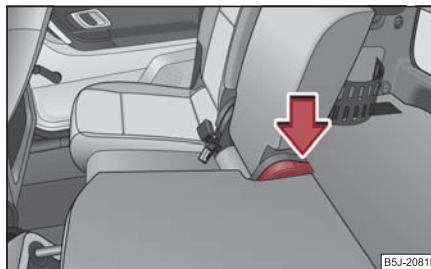

Fig. 72 Rabatarea în spate a spătarului scaunului
- Apăsăți maneta ⇒ fig. 72 și rabatați spătarul scaunului la loc. Asigurați-vă că spătarul scaunului este fixat.